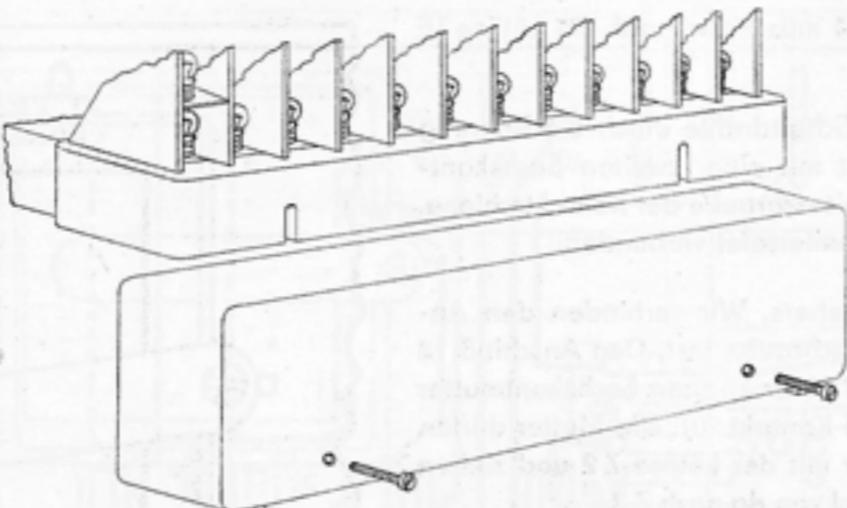

Abb. 12
Jetzt können wir das Gehäuse (5) von hinten auf das Unterteil aufschieben und mit zwei Zylinderschrauben (28), zwei Unterlegscheiben (32) und zwei Sechskantmuttern (26) befestigen (Abb. 12). Für die folgenden Arbeiten müssen wir unseren PIKO dat nochmals auf den Kopf stellen. Die Schalschieber zeigen wieder auf uns.